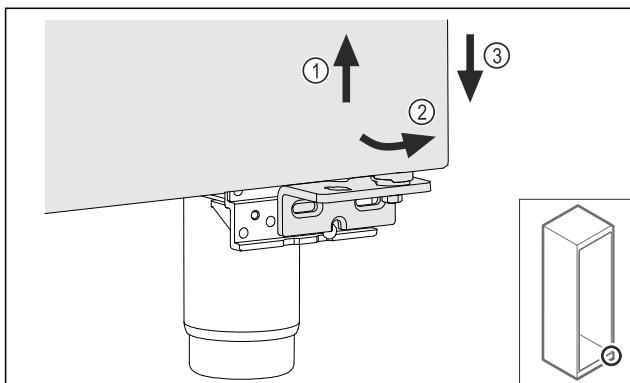

Fig. 21
- ▶ Немного приподнимите дверь Fig. 21 (1), наклоните снизу вперед Fig. 21 (2) и опустите Fig. 21 (3).